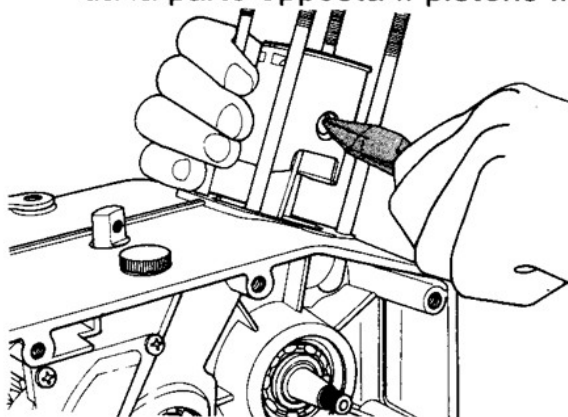
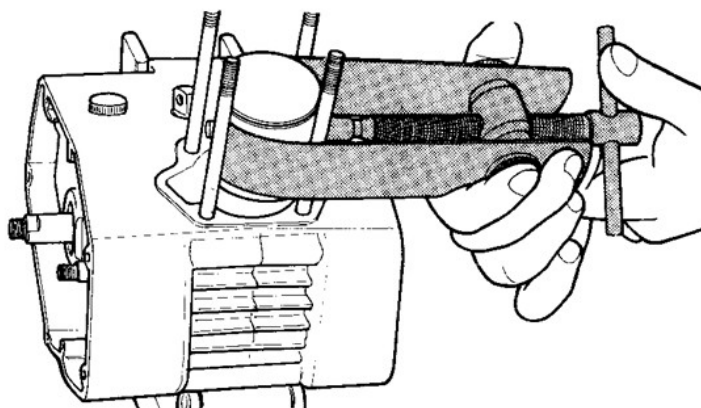

FIG. 20 Rimozione anelli di fermo
FIG. 21 Estrazione spinotto
- 19) PRIMA di rimuovere gli anelli di fermo spinotto chiudere con uno straccio pulito l'imbocco del carter onde evitare di far cadere l'anellino di fermo all'interno del motore. Togliere quindi i 2 anelli di fermo (fig. 20), sfilare lo spinotto con l'apposito estrattore commerciale (fig. 21) e, qualora si intenda utilizzare una spina a 2 diametri, battere leggermente avendo cura di supportare contemporaneamente dalla parte opposta il pistone in modo da evitare danni alla biella.